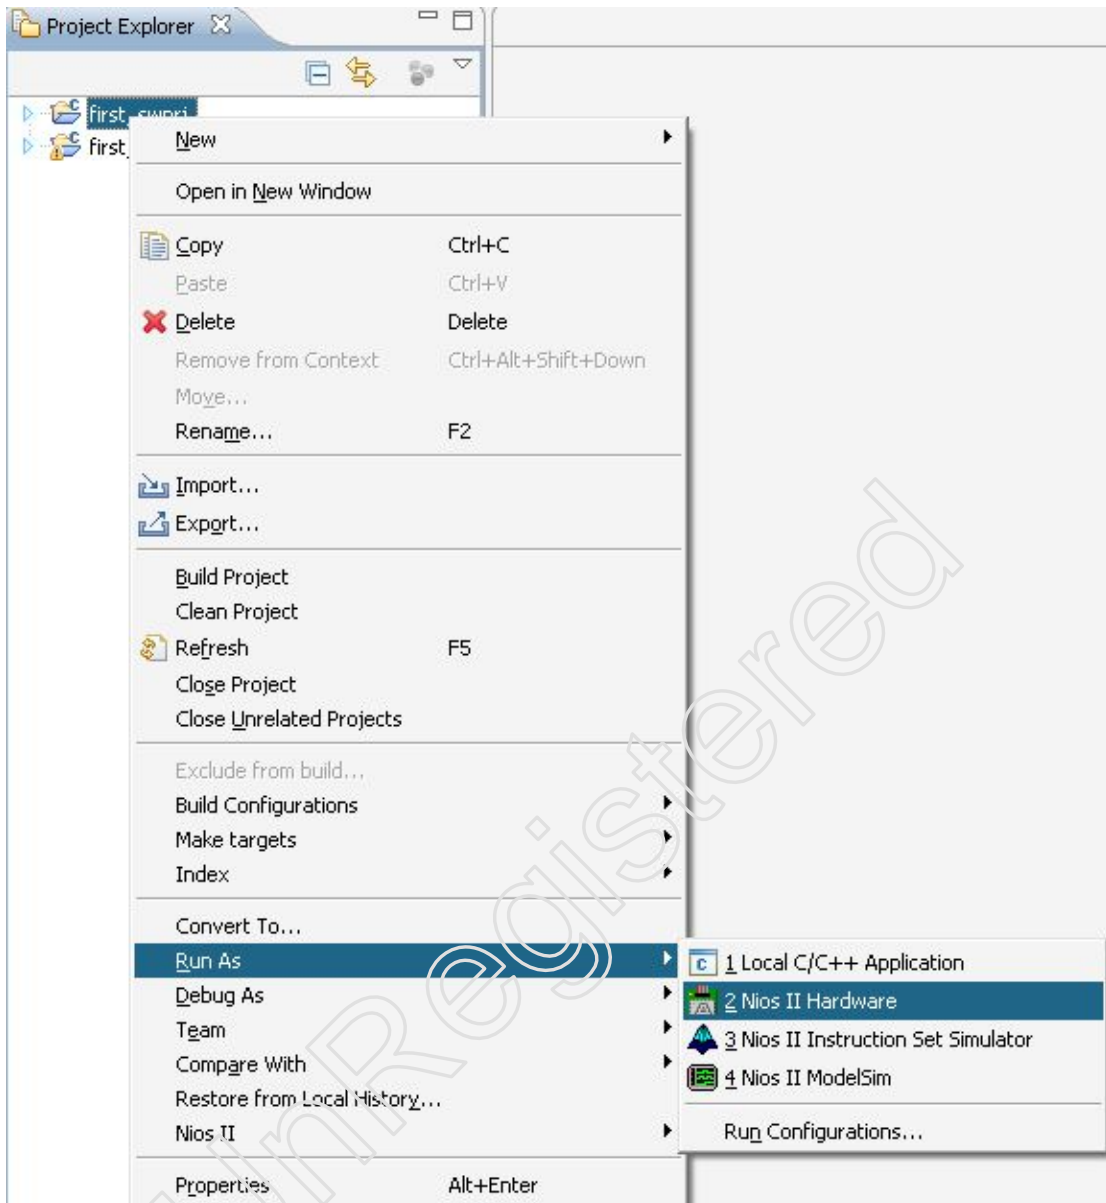

图 3.42 在目标板上运行软件
3. 如图 3.42 所示，右击 first_swprj 的 Run As→Nios II Hardware 选项。